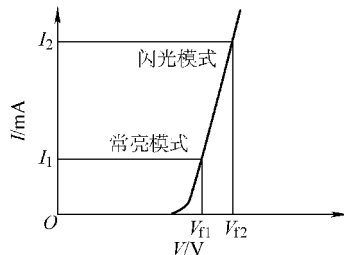

图 2-43 LED 闪光灯典型 $V-I$ 特性
- 2) LED 闪光灯典型 $V-I$ 特性如图 2-43 所示。从图中可以发现 LED 闪光灯常亮模式下的 V_f 小于闪光模式下的 V_f ；闪光模式与常亮模式间可以切换。LED 闪光灯的 V_f 决定了 LED 电流的大小，LED 电流的大小决定 LED 的亮度。LED 闪光灯的阻抗决定了其电流的变化速率。